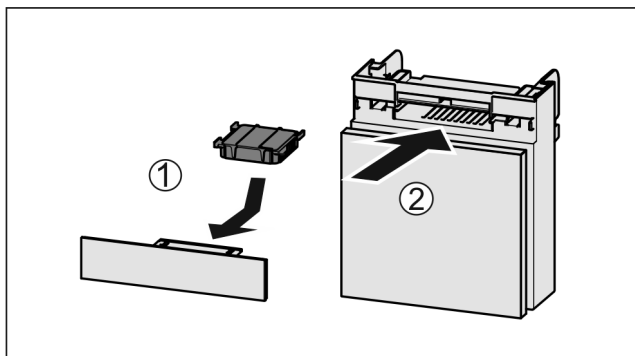

Fig. 175
- Inserire il vano Fig. 175 (2).